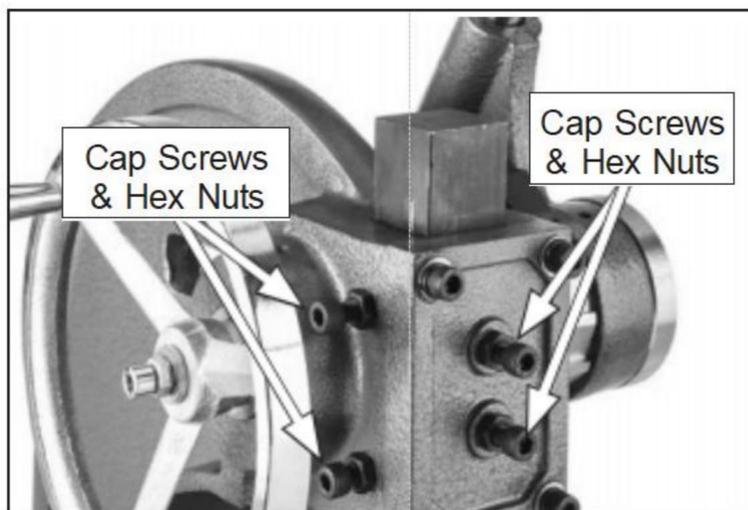

Figure 8. Cap screws used to adjust ram free-play.
Les vis à capuchon situées à l'avant et sur le côté gauche du boîtier du vérin (voir la figure 8) permettent de régler la quantité de jeu libre du bélier. Idéalement, le bélier doit se déplacer avec très peu de jeu, mais pas être trop rigide.
1. Desserrez les vis à tête cylindrique illustrées à la figure 8.
4. Lorsque vous êtes satisfait de la quantité de jeu libre du vérin, resserrez les écrous hexagonaux (illustré à la figure 8) sans déplacer les vis du capuchon.